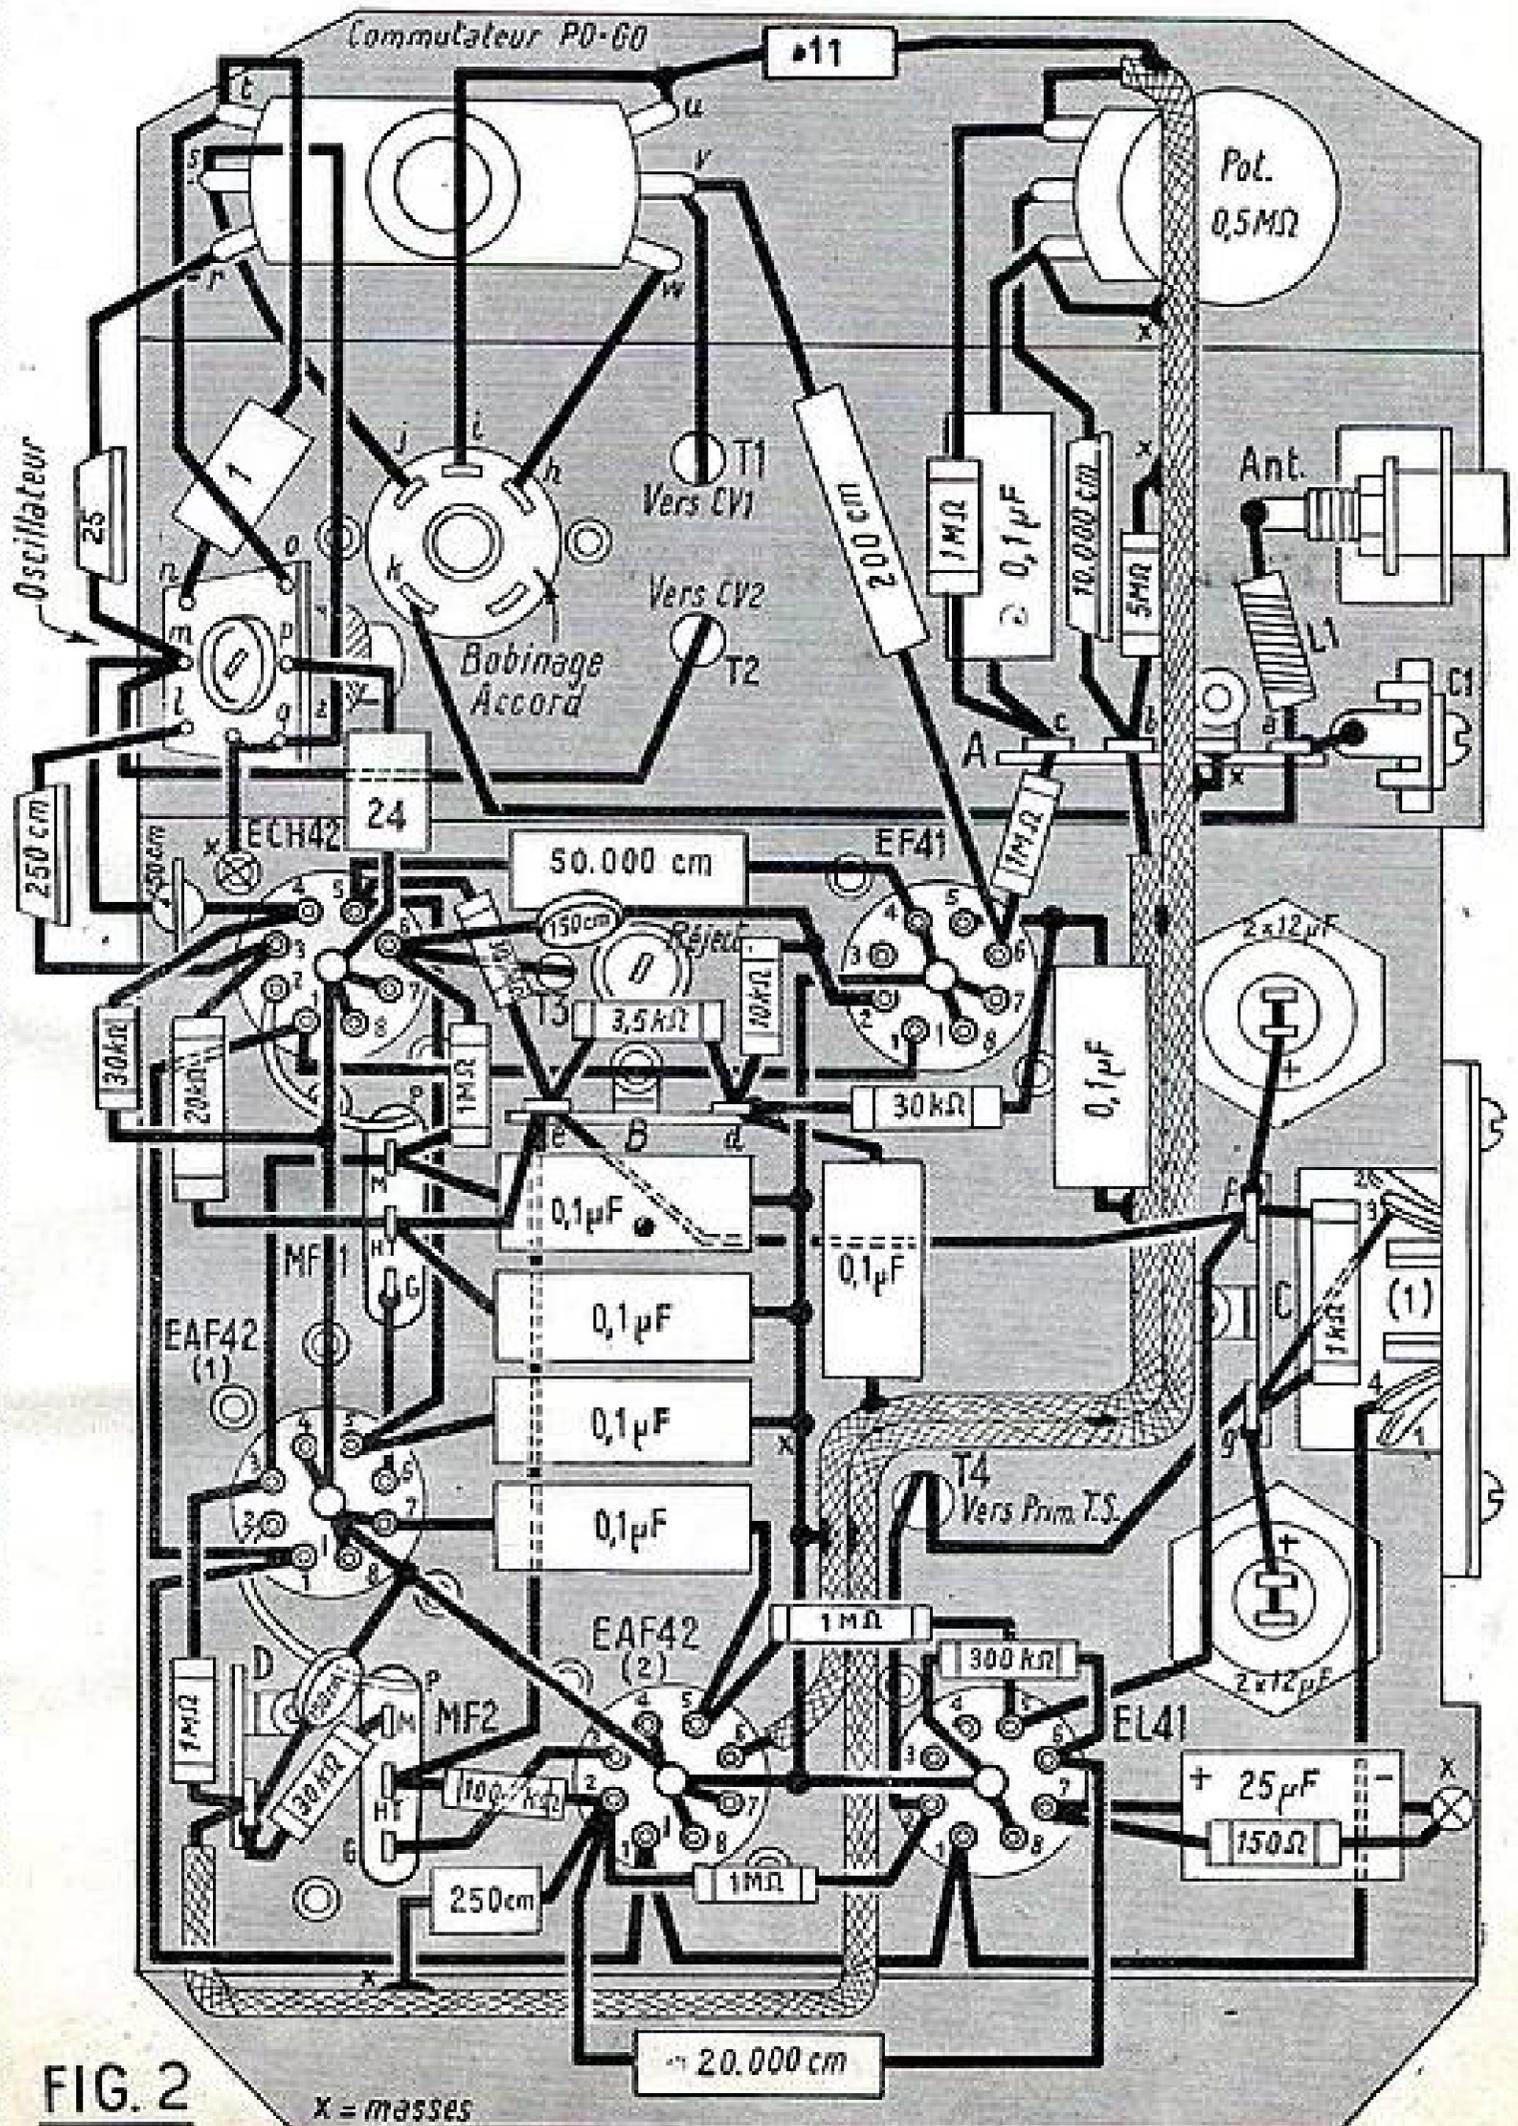

FIG. 2
Nous allons commencer par fixer à ce châssis les principaux constituants du montage. Tout d'abord les 5 supports de lampes que nous orienterons comme il est indiqué sur les plans (fig. 2 et 3). Sur la vis de fixation de chaque support, du côté des cosses 1 et 8, on met, à l'intérieur du châssis, une cosse à souder. Sur la face interne du châssis on monte les relais A, B et C. Sur le dessus du châssis, entre les supports EF41 et ECH42, on place le bobinage du rejecteur, entre les supports ECH42 et EAF42 (1) le premier transformateur MF et entre les supports EAF42 (1) et EAF42 (2) le second transformateur MF. Les noyaux de réglage de ces deux pièces doivent être accessibles par le côté du récepteur. Sur la partie la plus haute du châssis, on monte le bobinage d'accord (voir sur le plan de câblage l'orientation des cosses de liaison). Toujours sur le dessus du châssis, on place les deux condensateurs électrochimiques $2 \times 12 \mu F$ et le transformateur d'adaptation du haut-parleur. D'un côté du châssis, on fixe par deux pattes prévues à cet effet un support à 4 broches destiné au raccordement avec le haut-parleur et l'alimentation. Du même côté, sur une petite équerre, on met la douille isolée antenne. A l'intérieur du châssis, sur la face avant, on place le potentiomètre de puissance et le commutateur de gamme. Il ne reste plus qu'à fixer le condensateur variable et son cadran qui, d'ailleurs, sont solidaires l'un de l'autre. Il suffit donc de boulonner l'ensemble sur la face avant du châssis.
Le câblage est représenté à la figure 2. Suivant notre habitude, nous commençons par les lignes de masses pour lesquelles nous utilisons du fil nu étamé. Une première ligne de masse est tendue entre le blindage central des supports ECH42, EAF42 (1), EAF42 (2), et EL41. Elle est soudée sur chaque blindage. D'un point de cette ligne de masse, situé entre les supports EAF42 (2) et EL41, part une autre ligne de masse qui aboutit au blindage central du support de EF41.
- 1 châssis selon figure 2.